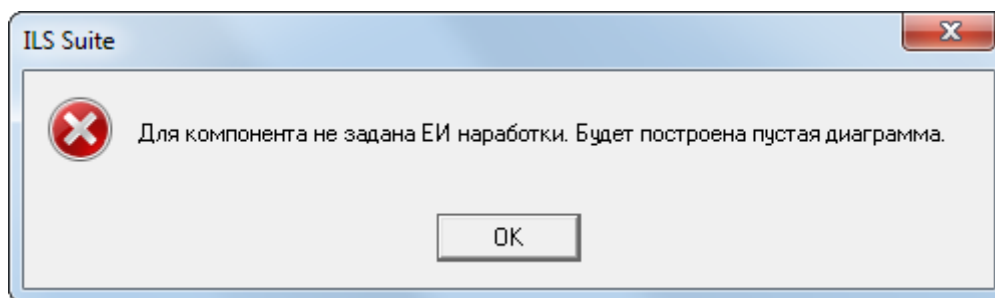
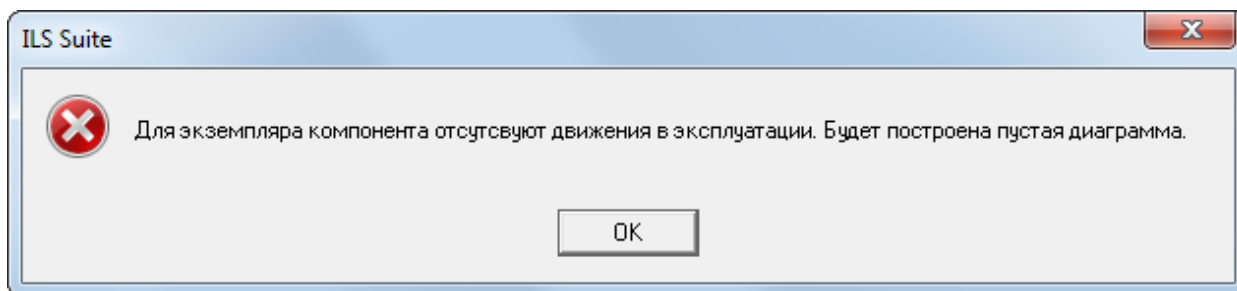

Рис. 25-44 – Предупреждающее сообщение
Рис. 25-45 – Предупреждающее сообщение
4) Для построения диаграммы необходимо, чтобы для компонента была указана ЕИ расчета надежности – в противном случае будет выведено предупреждающее сообщение, приведенное на рис. 25-44. Пустая диаграмма также будет построена, в случае если у экземпляра компонента отсутствуют движения в эксплуатации (рис. 25-45).